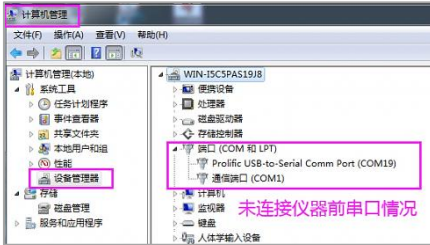

图 48:未连接仪器前的端口号
- 8.2、回到电脑桌面，把鼠标移到“计算机”，右键选择“管理”--“设备管理器”，在右边窗口中点“端口”的“▶展开，查看端口情况，见下图 48；